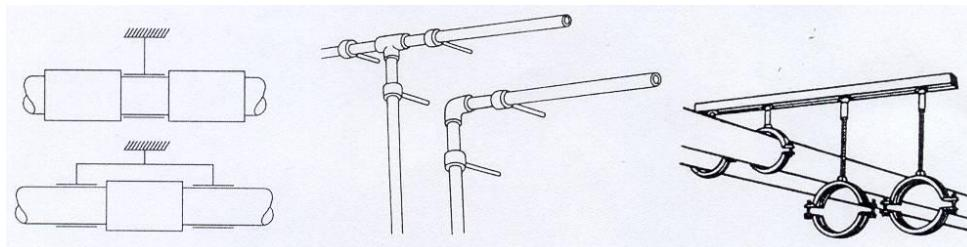

Fig. nr. 7
- a) prinderea fixă, aceasta nu lasă nici o posibilitate de mișcare longitudinală a țevii, se execută în locurile în care direcția conductei se modifică, lângă locul de montare a diverselor fittinguri, a apometrelor sau lângă branșamente. Exemple de prindere fixă sunt prezentate în fig. nr. 7. Lungimile pentru care se calculează contracția și dilatarea sunt considerate lungimile între două prinderi fixe.